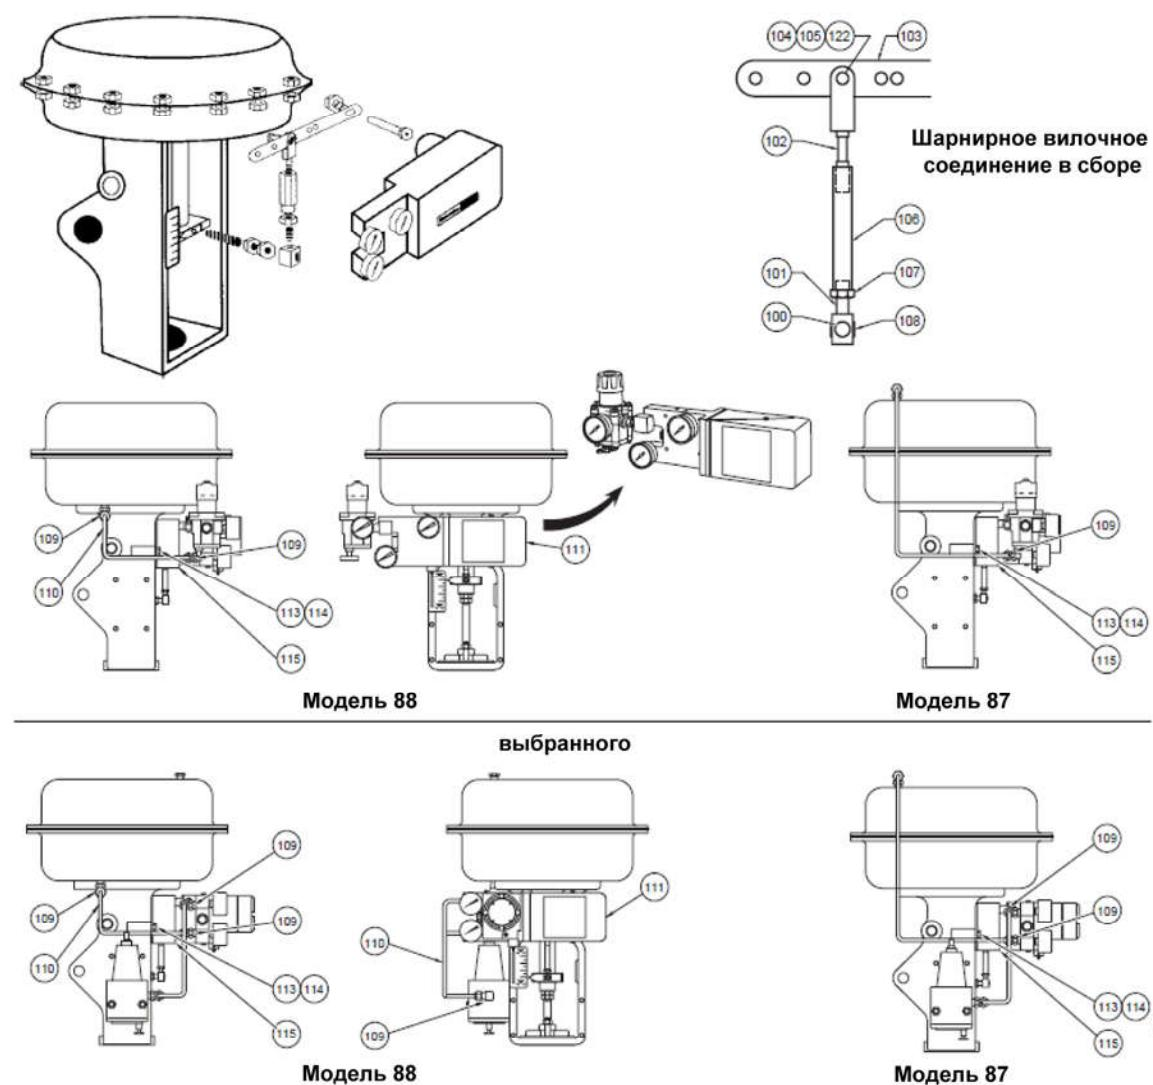

Рисунок 5 Исполнительный механизм 87/88
1. Используя винты (113) и стопорные шайбы (114), закрепите кронштейн (115) на исполнительном механизме с помощью отверстия, расположенного с правой стороны кронштейна (Рисунок 5).
2. Установите входной вал (42) во втулку с шайбой (40) на каждой стороне втулки, а стопорное кольцо (37) на концевую часть кулачка.
3. Закрепите заднюю рукоятку (103) на входном валу с помощью винта (38) и стопорной шайбы (39).
4. Установите скобу (102), соединительную тягу с отверстием под штифт (104), шайбу (122) и фиксатор (105) в соответствующее место на заднем рычаге. Место определяется в зависимости от требуемого хода клапана.
6. Закрепите позиционер на кронштейне с помощью винтов с головкой под торцевой ключ (29) стопорных шайб (30).